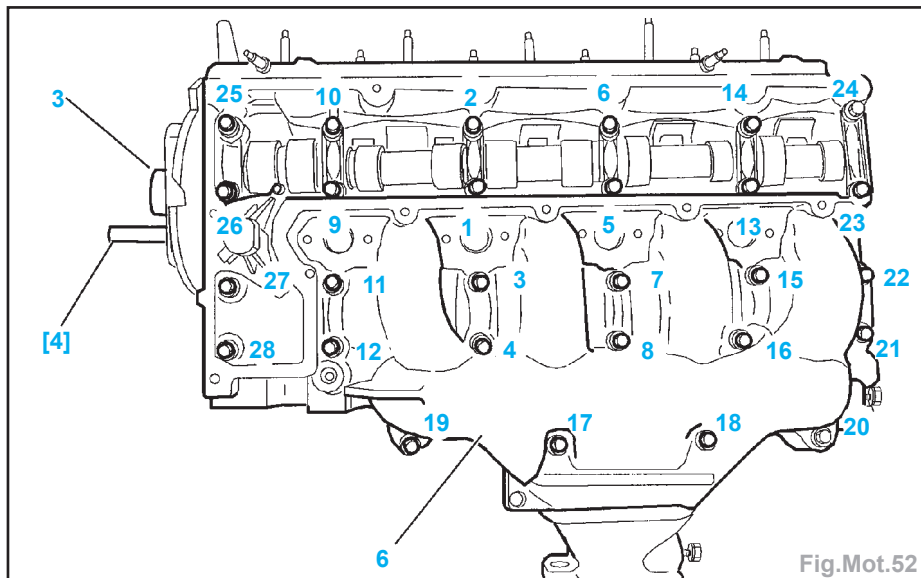

Fig.Mot.52
- Reposer (Fig.Mot.52) :
- le moyeu d'arbre à cames (3),
- le carter-chapeau de palier (6).
- le moyeu d'arbre à cames (3).